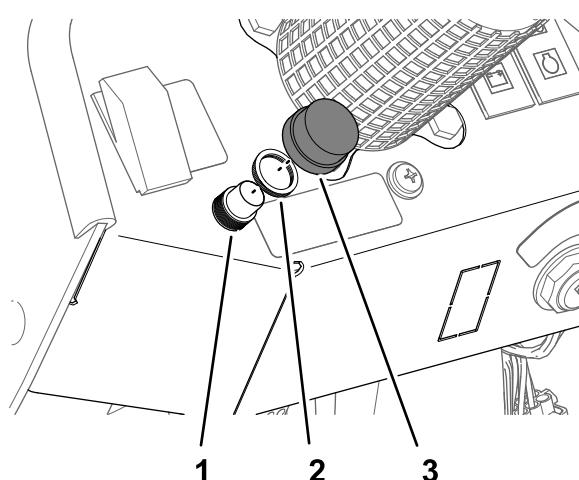

Figura 27
6. Monte o interruptor da buzina no painel de instrumentos com a porca recartilhada (5/8 pol.) e aperte a porca à mão (Figura 27).
7. Enrosque o botão nas roscas do interruptor da buzina (Figura 27).